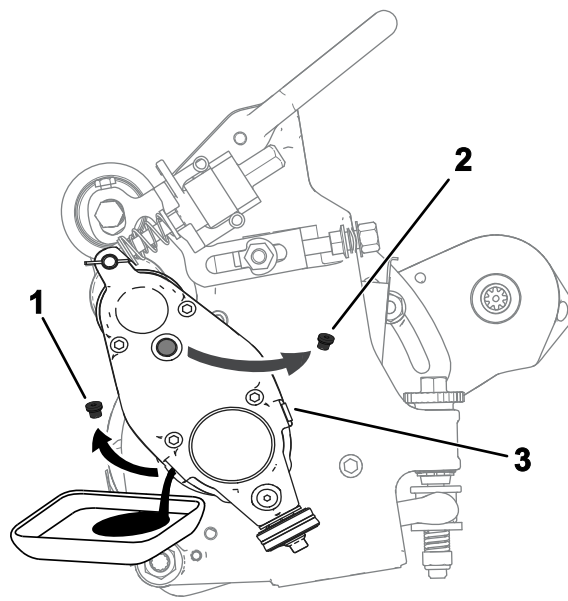

図 23
5. 図 23のように、オイルが完全に抜けるように排出口を下にしてカuttingユニットを後ろに傾ける。